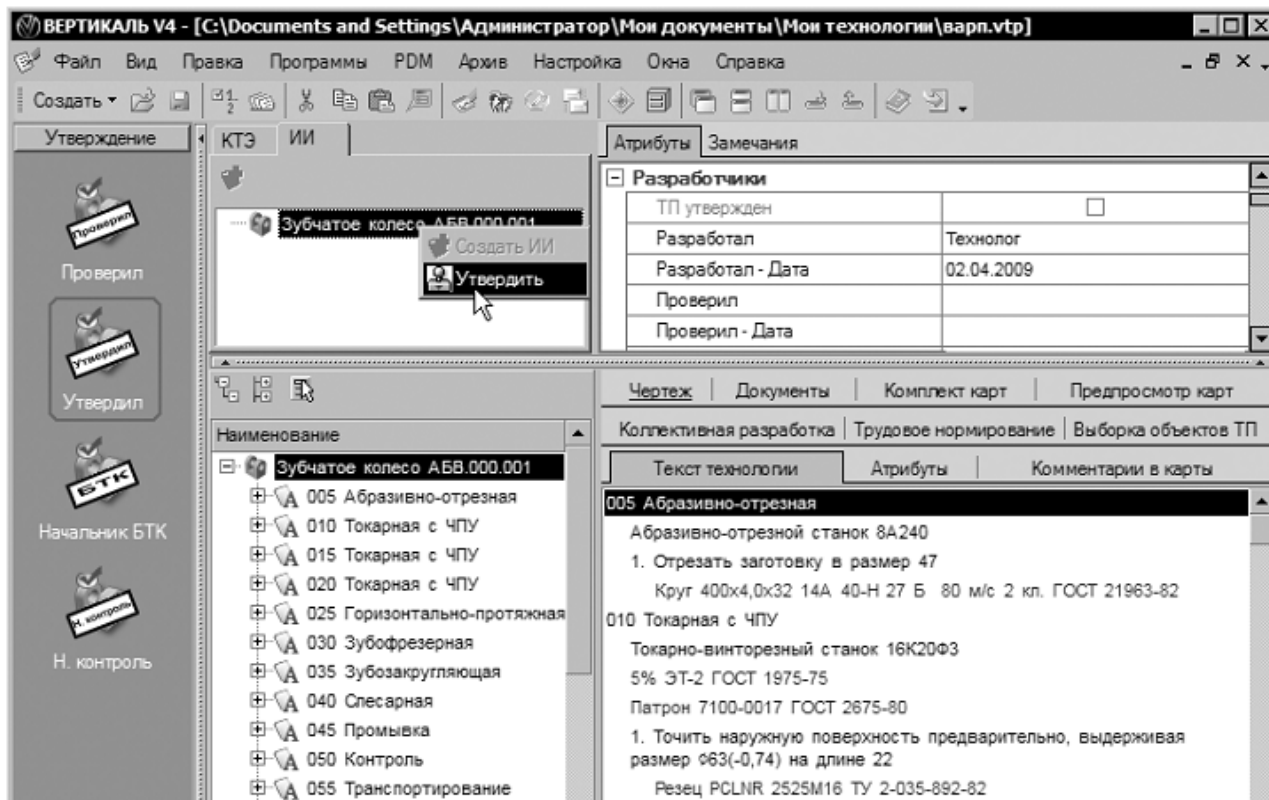

Рисунок 1
3. Перейдите на вкладку ИИ (извещения об изменении, рис. 1).